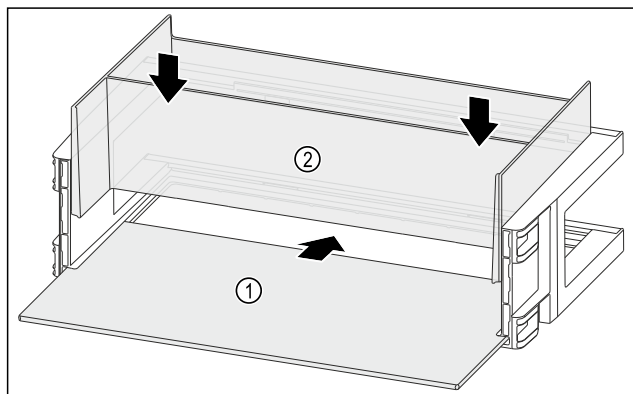

Fig. 171
- Umetnite policu Fig. 171 (1) u bočna udubljenja.
- Umetnite organizator Fig. 171 (2).